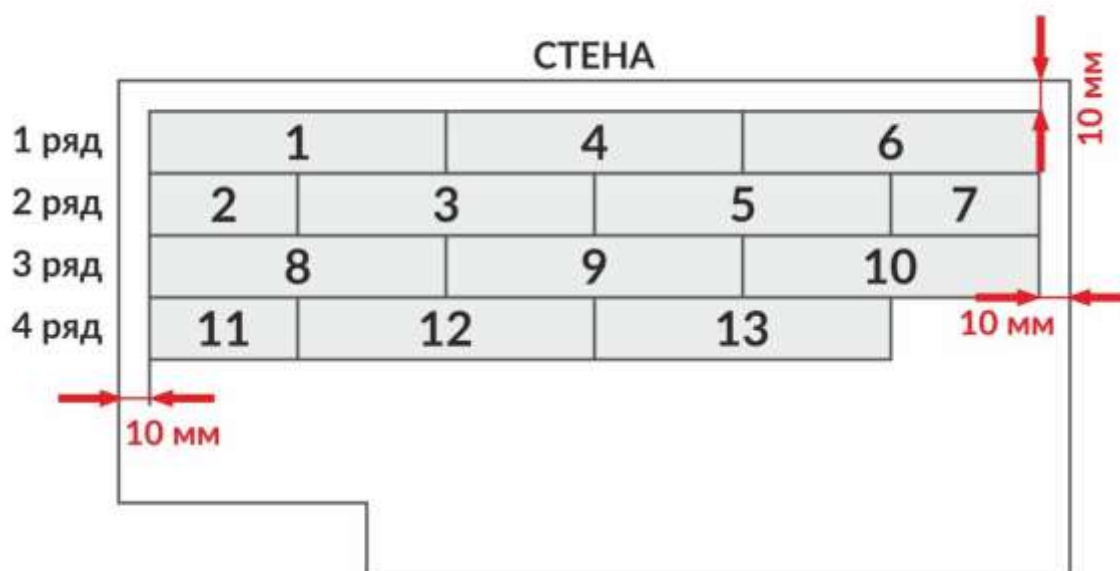

Рис. 1
17.1. Первые два ряда укладываются одновременно в шахматном порядке. Сначала первая планка первого ряда, потом первая планка второго ряда, разрезанная по размеру так, чтобы смещение рядов составляло не менее 300 мм. Потом вторая планка второго ряда, затем вторая планка первого ряда и т.д. (см. Рис. 1). Выложите первые два ряда планок в одну линию вдоль стены с зазором для термического расширения 10 мм по периметру.